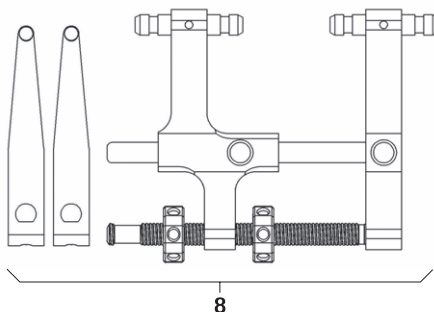

Fig. 13
- Monter le distracteur **8** avec les lames de distraction, voir Fig. 13.